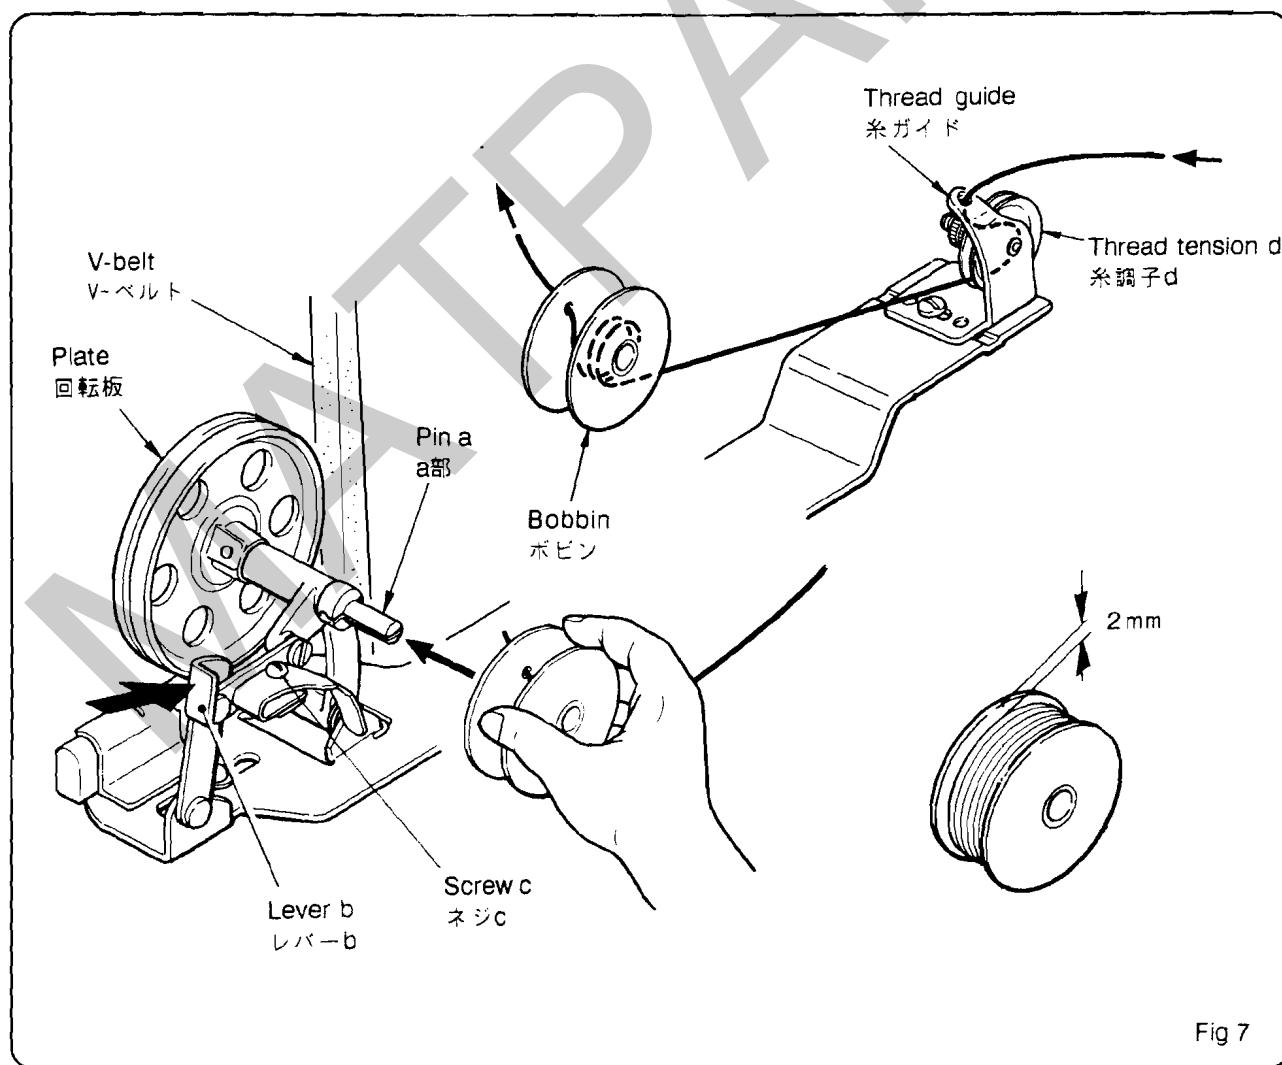

Fig 7
- (1) To wind thread on a bobbin, install a bobbin on pin (a) of the thread winder (Figure 7), turn lever (b) down, press rotary plate against V-belt and run the machine. It is a good idea to wind thread 3 to 4 turns on the bobbin by hand before installing the bobbin on the winder.
- (2) Thread winding diameter should be 2 mm smaller than outer diameter of bobbin.
- (3) Thread winding diameter adjustment can be made by loosening screw (c). Turn screw clockwise to make thread winding diameter large, counterclockwise make small.
- (4) Thread winding can be stopped automatically by lever after winding is finished.
- (5) Increase spring pressure of thread tension (d) in case of onesided thread winding.
- (1) Fig 7 で示す通りボビンは糸を巻く場合は、糸巻きの(a)部にボビンを取りつけ、レバー(b)を倒してVベルトに押しつけミシンを運転してボビンに巻きます。この時、糸をボビンに3・4回手でまいてから、ボビンを糸巻きに取りつけて下さい。
- (2) 糸巻き径はボビンの外径より2mm位小さく巻いて下さい。
- (3) 糸巻き径の調整は、ネジ(c)にて調整して下さい。ネジを右に廻すと糸巻き径は大きくなり、逆に左に廻すと糸巻き径は小さくなります。
- (4) 糸巻きは、巻き終りましたら、自動的にレバーがおきて停止します。
- (5) 糸巻きしている時、糸巻きがかたよる場合は、糸調子(d)のスプリング圧を強くして下さい。